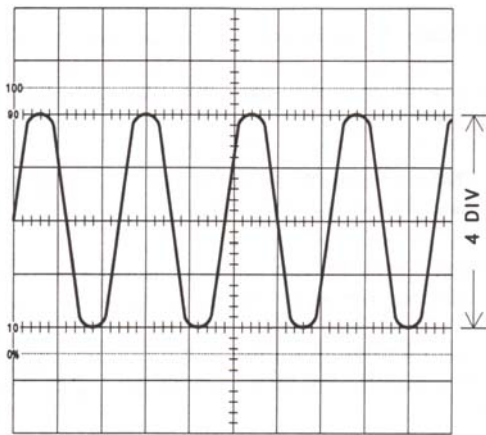

Abb. 2-5 Messung der Spitze-Spitze-Spannung
4. Mit dem horizontalen Lageregler (10) POSITION positive Spitze einer der dargestellten Perioden auf die vertikale Mittellinie des Rasters legen. Jede Skalenmarkierung auf der vertikalen Mittellinie entspricht einem Skalenfaktor von 0,2 Sektionen.
5. Anzahl der Sektionen von der negativen Spitze des Signals bis zur positiven Spitze des Signals zählen. Zum Erhalt der Spitze-Spitze-Spannung, die ermittelte Anzahl von Sektionen mit der Empfindlichkeitseinstellung des Amplitudenreglers multiplizieren. Befindet sich der Amplitudenregler z. B. in Stellung 2 V/Skt., so würde die Spitze-Spitze-Spannung für das in Abbildung 2-5 gezeigte Beispiel 8 V betragen ($4 \text{ Skt} \times 2 \text{ V} = 8 \text{ V}$).
7. Bei Messung eines Sinus-Signals mit einer Frequenz von unter 100 Hz oder eines Rechteckimpulses mit einer Frequenz von 1000 Hz oder darunter, entsprechenden Kopplungsschalter (25) oder (21) in Stellung DC schieben.